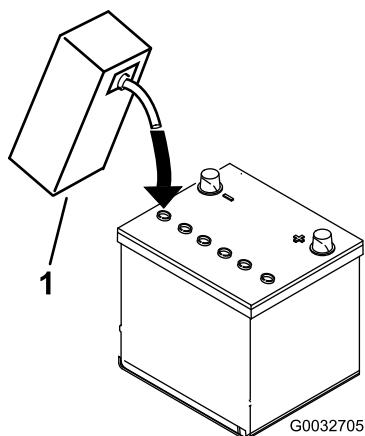

Рисунок 6
3. Осторожно заливайте электролит в каждую ячейку до уровня над пластинами примерно 6 мм (Рисунок 6).
4. Подождите примерно 20-30 минут, пока электролит не впитается в пластины. При необходимости доливайте электролит до уровня, не доходящего примерно 6 мм до низа заливного отверстия (Рисунок 6).